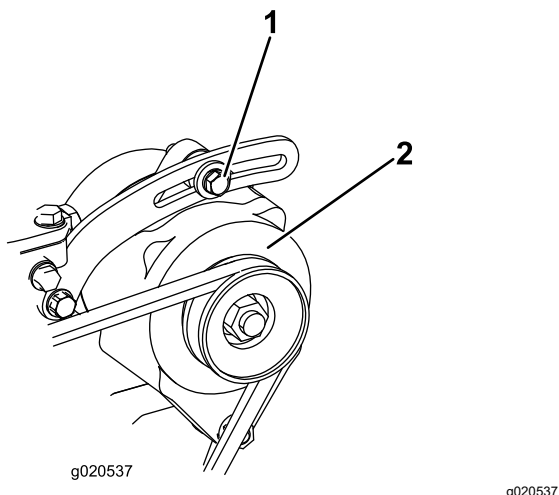

Figure 144
3. Contrôlez la tension de la courroie d'alternateur (Figure 144) en exerçant une force de 10 kg à mi-distance entre les poulies d'alternateur et de vilebrequin.
4. Desserrez le boulon qui fixe l'alternateur sur le renfort et le boulon de pivot d'alternateur (Figure 144).